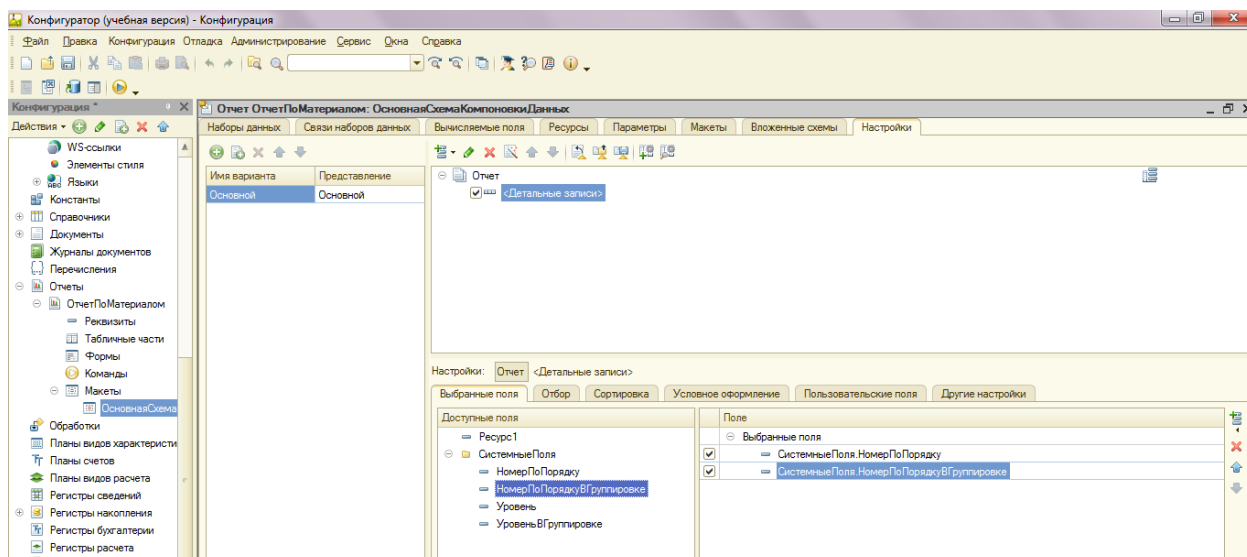

Рис.55. Пример заполнения выбранных полей
7. Заполнить «выбранные поля» как на рис. 55.